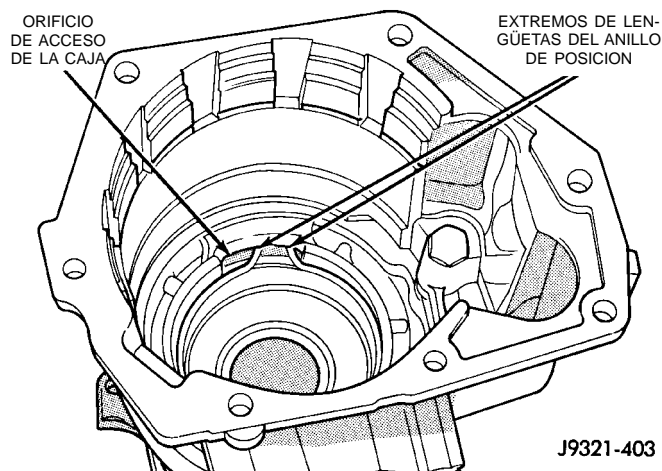

Fig. 246 Corrija la posición del anillo del cojinete trasero
(6) Verifique que los extremos de lengüetas del anillo de posición del cojinete trasero se extiendan en el orificio de acceso en la caja de transmisión (Fig. 246).